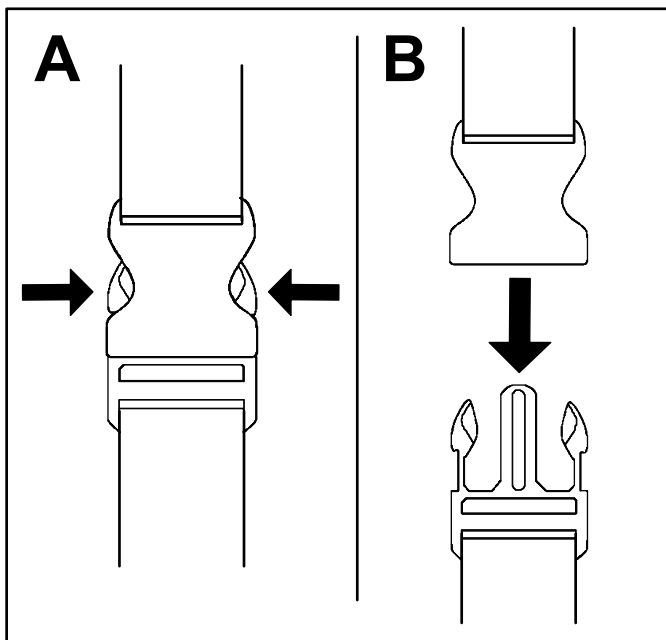

Figura 12
1. Presione hacia dentro los lados de la hebilla (Figura 12, A).
2. Deje que se desconecte la hebilla (Figura 12, B).